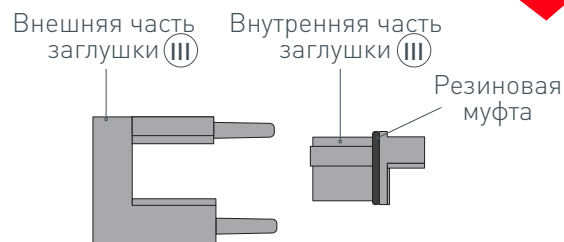
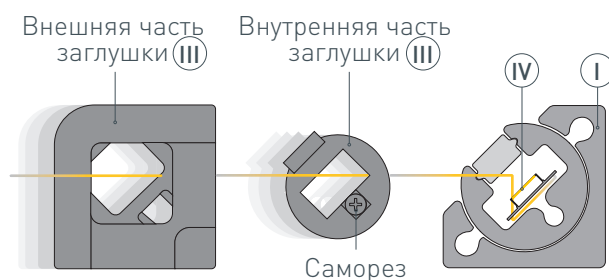

Рис. 3. Компоненты заглушки (III), вид сверху
Рис. 5. Установка внешней части заглушки (III) на профиль (I), вид сверху
- 4** / Между двумя компонентами заглушки (III) установите резиновую муфту из комплекта, как показано на рис. 3. Выведите наружу кабель питания светодиодной ленты (IV). Пропустите кабель питания через отверстие во внутренней части заглушки (III) и установите ее на профиль (I), как показано на рис. 4, зафиксировав саморезом из комплекта. Установите внешнюю часть заглушки (III) на профиль (I), как показано на рис. 5.